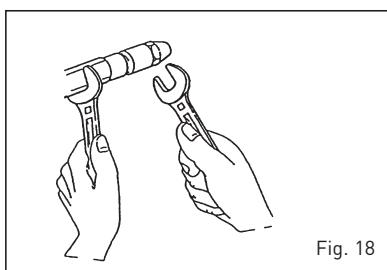

Fig. 18
#### 4.7.3 Vervanging van het inspuitstuk (fig. 18)
- Houd het spuitblok met een sleutel nr. 19 tegen en draai het inspuitstuk met een sleutel nr. 16 los (fig. 18).